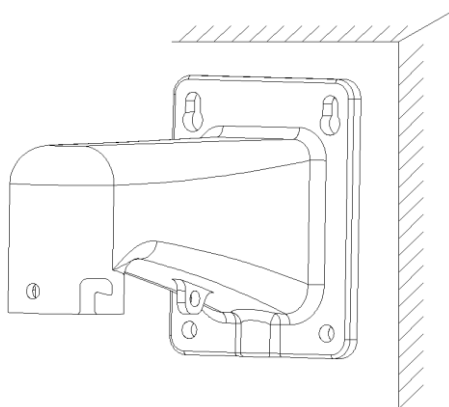

Рисунок 3
4.3 Подготовьте отверстия в установочной поверхности. Вставьте распорные дюбели в отверстия и закрепите кронштейн на установочной поверхности (рис.3). Обратите внимание: дюбели не включены в комплект поставки.